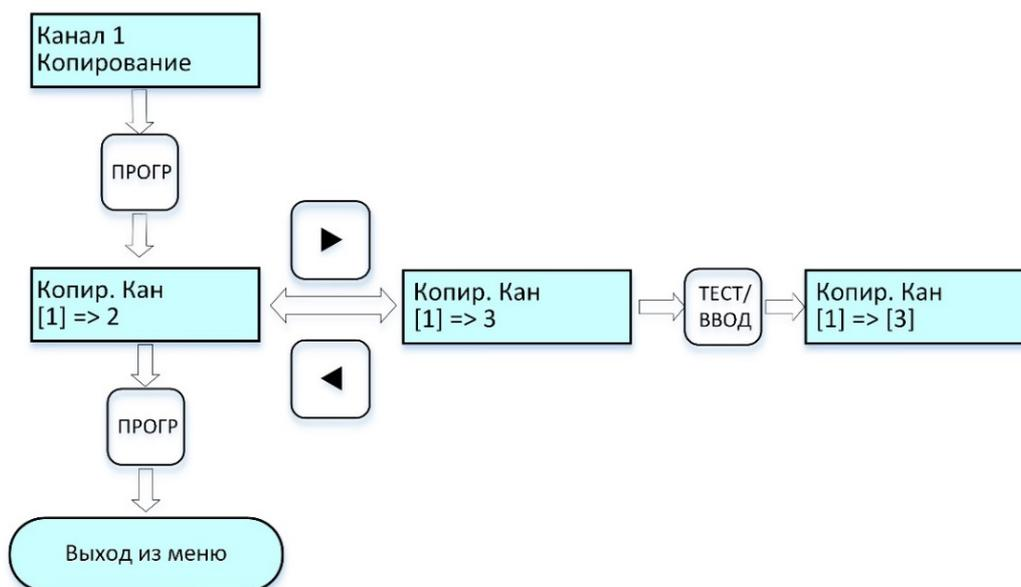

Рисунок 18 – Циклограмма выводимых сообщений на дисплей при копировании настроек канала
2.4.3.24 Для копирования настроек выполнить процедуры по циклограмме рис. 18: